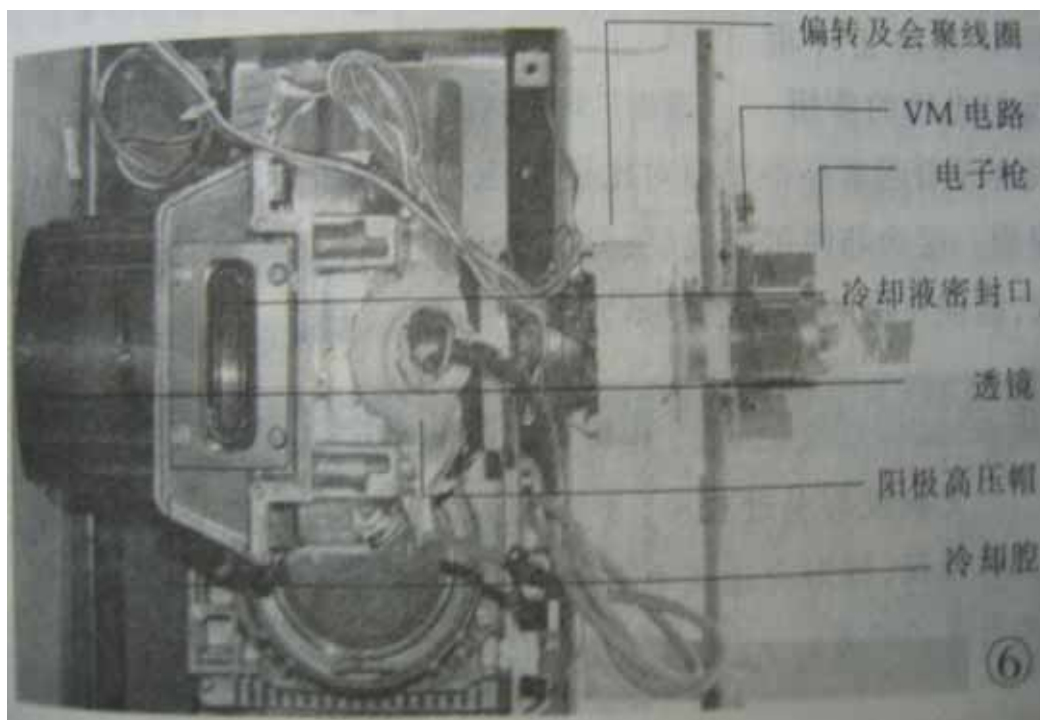

图 6
**1、投影管组件：**投影管组件由透镜、冷却腔、投影管三部分组成，图 6 为投影管组件结构图。背投彩电使用的投影管，屏幕对角线尺寸有 6 英寸、7.5 英寸、8 英寸三种规格。